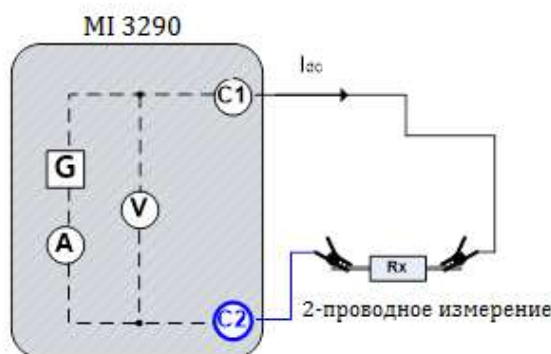

Рисунок 11.47: Пример измерения сопротивления проводников
- Соберите схему согласно рис. 11.47.